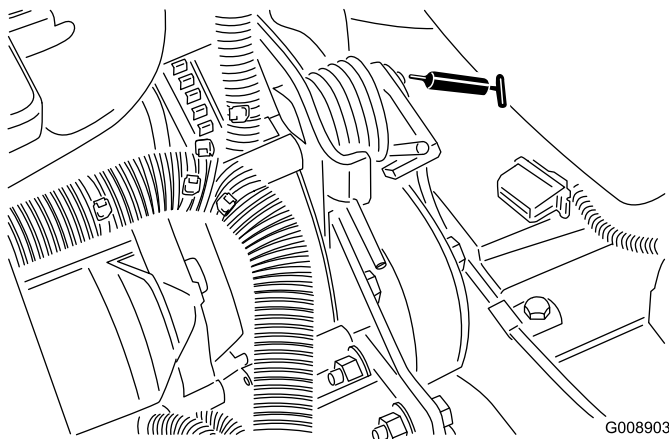

**Figura 53**
- Slitta di tosatura/trasporto (Figura 53)